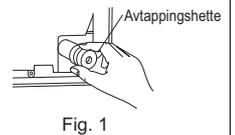

Fig. 1
- Avtappingsslangen må vende nedover for enkel tappeflyt. (Fig. 1)
- 1) Sett sammen kjølemedierørene og avtappingsslangen, sett på filt-tape (4) stramt fra enden. Overlappingsbredden til filt-tapen (4) skal være 1/3 av tapebredden. Bruk en bandasjestopper i enden av filt-tapen (4).
- 2) Trekk ut avtappingsshetten bakerst til høyre i den innvendige enheten. (Fig. 1)